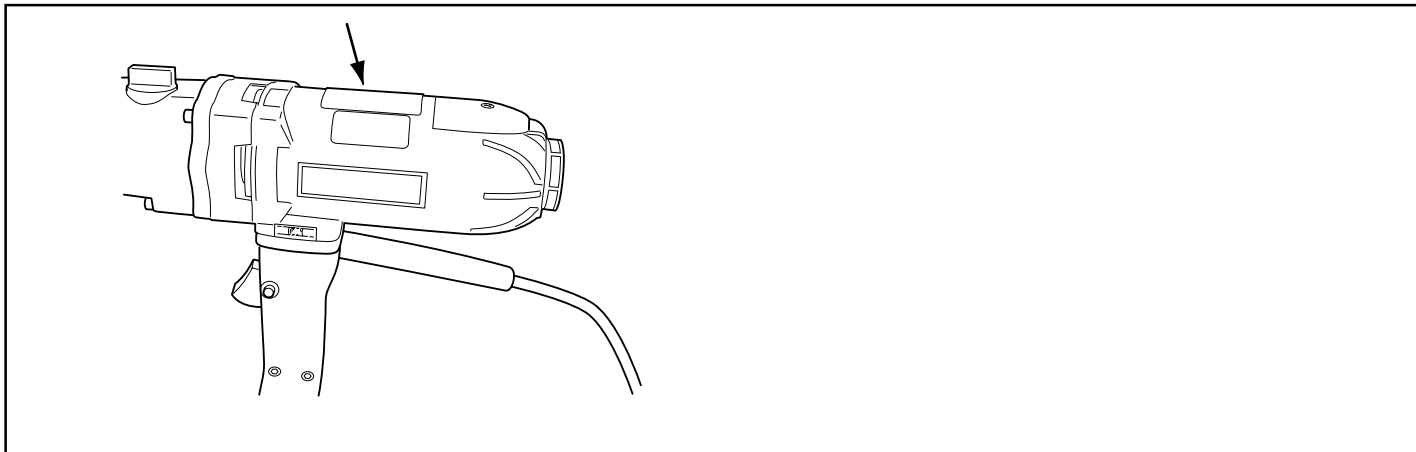

Fig. 5
- The power connection is made using a protected, earthed outlet with an output voltage that agrees with the voltage that is stated on the plate on the top of the machine (Fig. 5).
- dass das Gerät einen geerdeten Stromanschluss hat, bei dem die Netzspannung mit der Spannung übereinstimmt, die auf dem Schild auf der Oberseite des Geräts steht (Abb. 5).
- La machine est branchée à une prise de terre de protection dont la tension de réseau est conforme à celle indiquée sur la plaque signalétique située sur la partie supérieure de la machine (fig. 5).